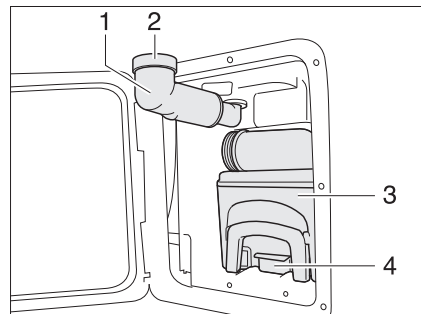

Fig. 155 Cassette Thetford
- Faire pivoter le bec de remplissage d'eau fraîche (Fig. 155,1) vers l'extérieur.
- Retirer le bouchon à vis (Fig. 155,2).